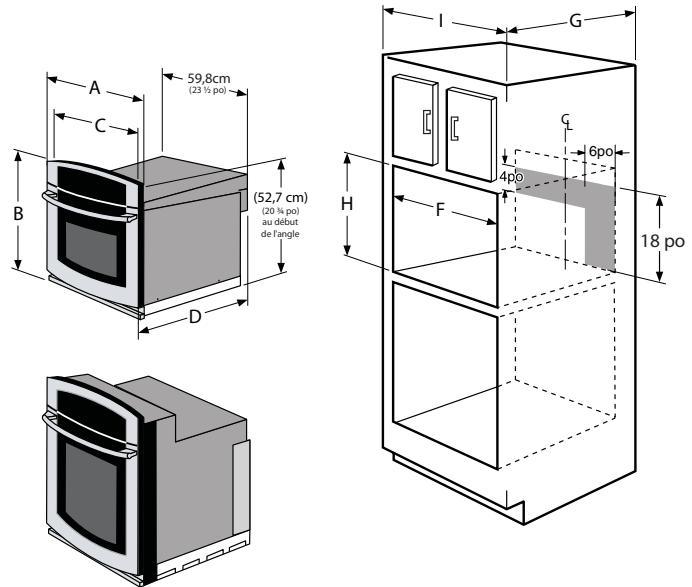

Figure 1
- La prise NE doit PAS se trouver dans l'aire ombrée comme indiqué à la Figure 1. Il est excessivement important que la prise soit de 120 volts et 13 ampères pour une performance optimale du four.
Se reporter à la Figure 1 pour les dimensions applicables à votre appareil et à l'espace nécessaire pour le recevoir. La surface supportant le four peut être du contreplaqué plein ou un matériau semblable; elle doit être horizontale.